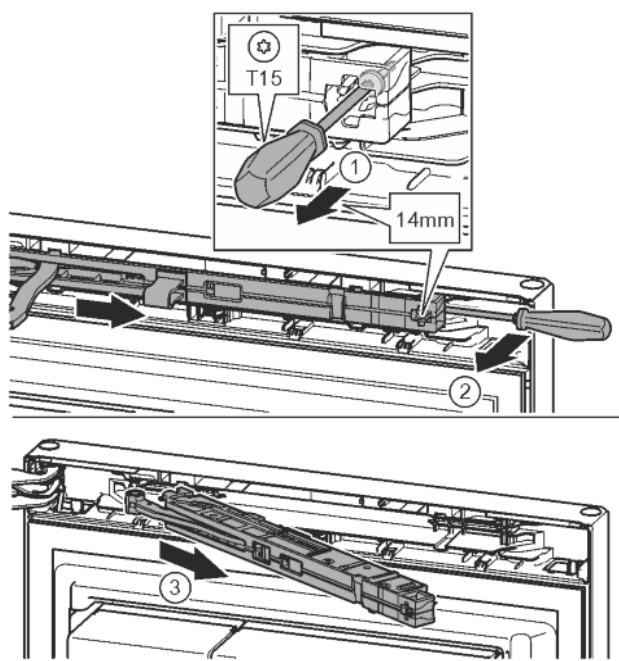

Fig. 11
- Ослабить винт на узле амортизатора с помощью отвертки T15 примерно на 14 мм. *Fig. 11 (1)*
- Отверткой со стороны ручки переместиться за узел амортизатора и повернуть вперед. *Fig. 11 (2)*
- Извлечь узел амортизатора. *Fig. 11 (3)*